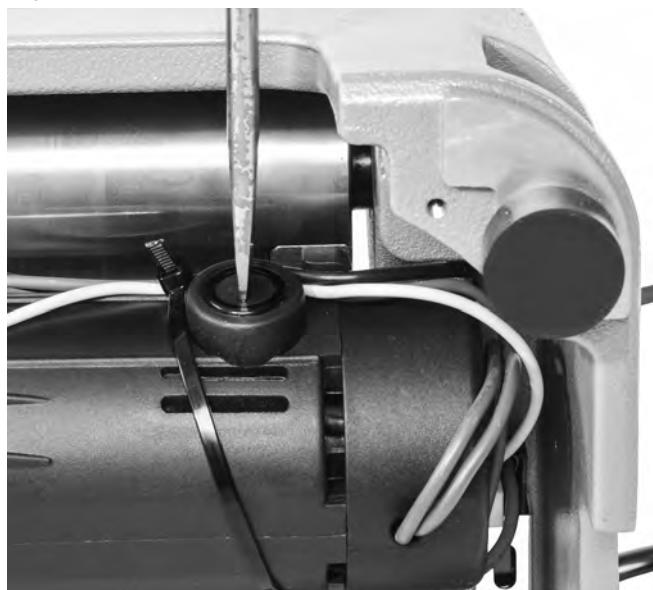

Figure 17 – Retrait des capuchons de logement de balais
3. Servez-vous d'un tournevis pour dévisser et retirer les capuchons des logements de balais (Figure 17). Retirez délicatement les balais et mesurez-les (Figure 18). S'il en reste moins de 5 mm (0,2"), remplacez-les.